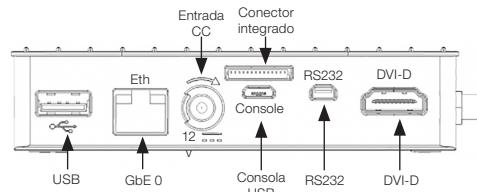

Figura 1.3: Descripción de los conectores traseros del WCD-ED300
1. Conectar un cable Ethernet entre el PC y el puerto Ethernet marcado como "GbE 0", el cual está ubicado al lado del conector de la fuente de alimentación (Figura 1.3).